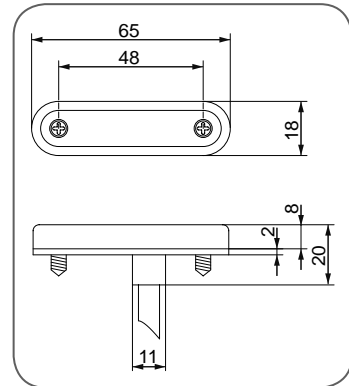

Abb. 12 - Kontrollleuchte
1. Die Kontrollleuchte ► *Abb. 12* im rückwärtigen Sichtbereich des Fahrers montieren.